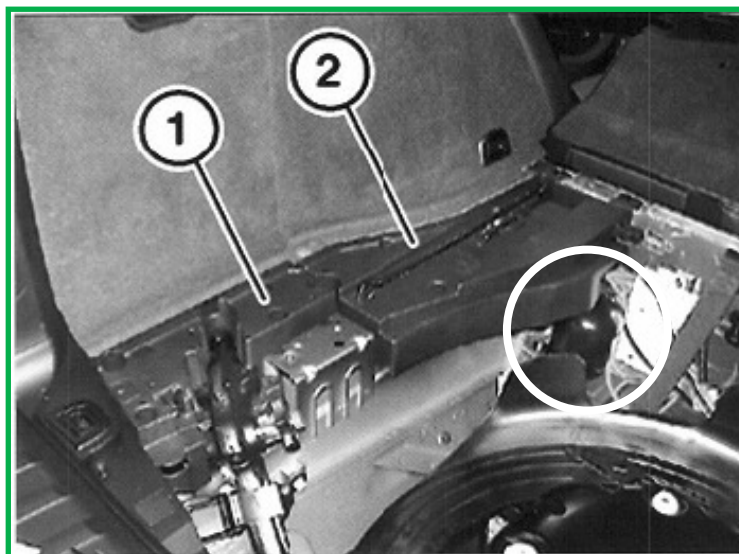

FIGURA 2
4. Rimuovere il supporto dei longheroni (1) e (2) per accedere al serbatoio dell'aria. (Figura 2)